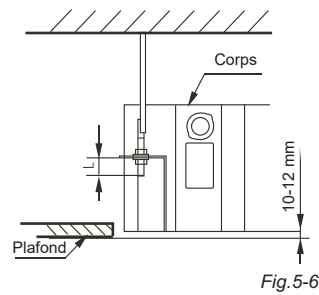

Fig. 5-6
- Ajustez la position de sorte que les espaces entre le corps et les quatre côtés du plafond soient uniformes. La partie inférieure du corps doit rentrer dans le plafond de 10~12 mm. (voir fig.5-6)
- En général, la longueur L est égale à la moitié de la longueur de la vis de la tige d'installation. (voir fig.5-6)